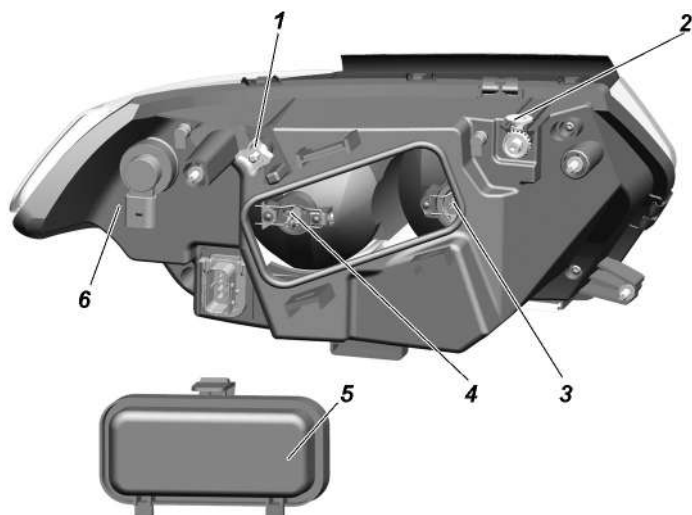

Рис. 9.34. Фара:
3. Включите ближний свет фар и, поочередно закрывая каждую фару, вращением регулировочного винта 1 (рис. 9.34) и регулировочной шестерни 2 добейтесь, чтобы светотеневая граница слева от точек Е и Е' совпала с линией 1, а справа – с линиями 2 и 2' для левой и правой фар соответственно. Точки перелома светотеневой границы должны совпадать с точками Е и Е'.
Замена ламп фар. Для замены лампы указателей поворота снимите колодку с патрона 6 (рис. 9.34), поверните патрон по